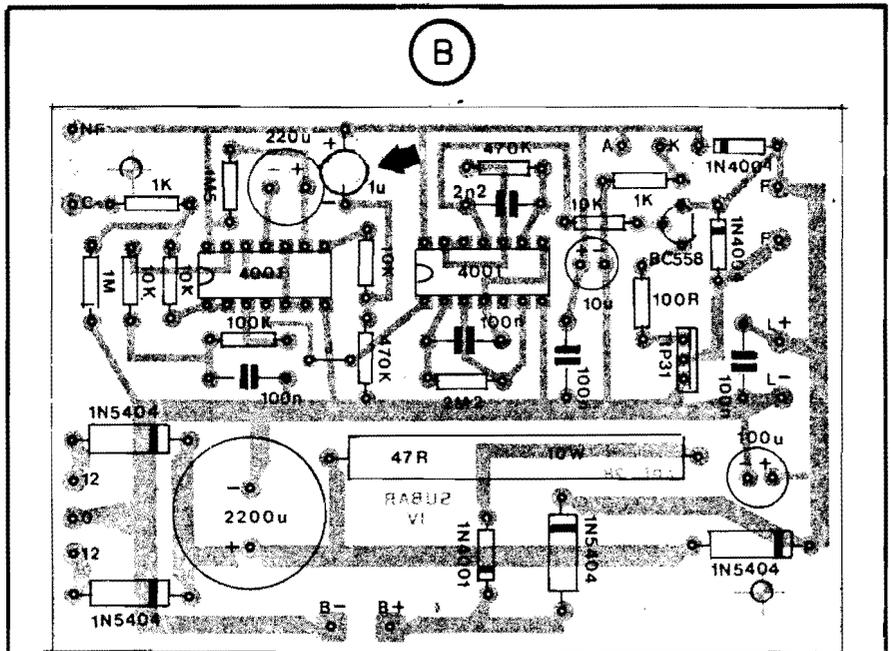
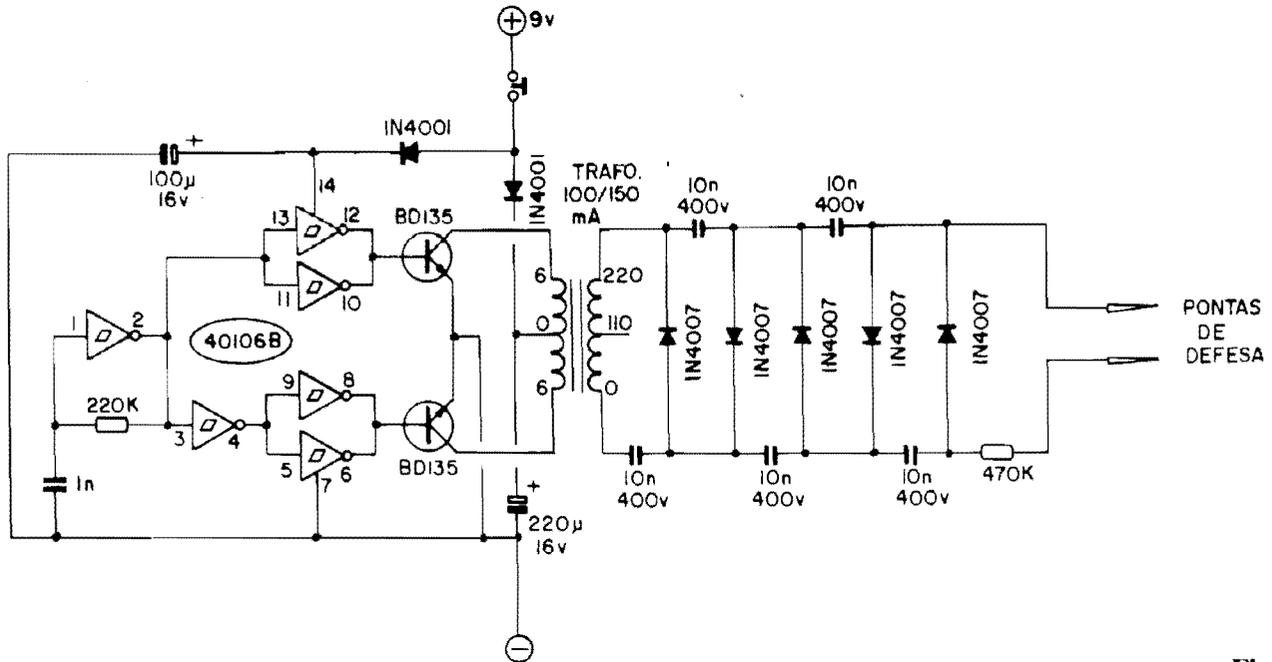

Fig. 4
Fig. 1
- (01) - O não "resetamento" automático do MONOESTÁVEL (estruturado em torno dos **gates** delimitados pelos pinos 11-12-13 e 8-9-10 do primeiro 4001B do circuito...) ocorre justamente porque o trafo não está sendo "capaz" de suprir o surto inicial de Corrente, ao ser ligado o aparelho! Uma "saída" para remediar isso (e prevenir falhas no "resetamento" automático inicial), é simplesmente **aumentar** o valor do capacitor (original 100n) que fornece a temporização do pulso de "resetamento"... A fig. A mostra, em esquema, a posição do citado capacitor (dentro do círculo tracejado, e apontado pela seta...), já com o valor **aumentado para 1u**. Note que, tratando-se agora de um eletrolítico, há que se respeitar a polaridade do dito cujo, conforme indicada na figura... Para simplificar ainda mais a sua interpretação (e dos demais Leitores interessados no assunto...), a fig. B mostra o "chapeado" da SUBAR-IV, já com a alteração do dito componente... Respectivamente as figs. A e B referem-se aos diagramas originais mostrados nas figs. 1 - pág. 24 e fig. 4 - pág. 26, de APE 28...
- (2) - O "estouro" da temporização de 4 minutos é também ocasionado pela insuficiência de Corrente no trafo! Durante o disparo da sirene, como o dito transformador não consegue suprir toda a Corrente necessária, sobrepõe-se ao sinal sonoro um intenso ripple de 60Hz, modulado fortemente sobre o sinal. Isso se reflete num correspondente (e também intenso) ruído de 60Hz na própria linha de alimentação da SUBAR-IV. Apesar da boa imunidade, intrínseca, a ruídos, por parte dos Integrados C.MOS, para tudo há um limite... No caso, está ocorrendo o "re-disparo" permanente de tal MONOESTÁVEL, com o que indefinidamente **novos** ciclos de 4 minutos se iniciam cada vez que o anterior termina! A aplicação de um trafo com "reais" ampéres na sua saída, deverá sanar o problema...
- (3) - O aquecimento excessivo no TIP31 **também** é, em parte, fruto da insuficiência de Corrente, já que o tal "ronco" que Você ouve, superposto ao sinal normal da sirene, coloca o dito transistor em zona não desejada de amplificação, fazendo com que o dito cujo dissipe muito mais Potência do que seria natural com a disposição circuital adotada (em vez do TIP31 trabalhar ou completamente "ligado", ou completamente "desligado", ele está atuando na sua região linear, sempre "meio ligado", redundando no sobreaquecimento...). Mesmo assim, sanado o problema do transformador, é sempre bom dotar o transistor de potência de um conveniente dissipador... Note, inclusive, o seguinte: embora o tal dissipador não tenha sido diretamente mencionado na LISTA DE PEÇAS, no esquema (fig. 1 - pág. 24 - APE 28) mostra, nitidamente, o **círculo tracejado** em torno do símbolo básico do TIP31! Essa simbologia - como o sabem os Leitores/Hobbystas assíduos - indica a **necessidade** de se forçar a irradiação do calor emanado pelo componente, através de dissipador a ele acoplado!
- (4) - De novo o culpado pelas "fraudes na Previdência" (ou seja: **todo mundo sabe** "quem é", mas o dito continua livre, por aí...) é o famigerado transformador, cujo ruído de 60Hz, fruto da sua incapacidade de cumprir os requisitos de Corrente, "sobrepas-
O presente circuito (mostrado em esquema na fig. 1) traz o proje-